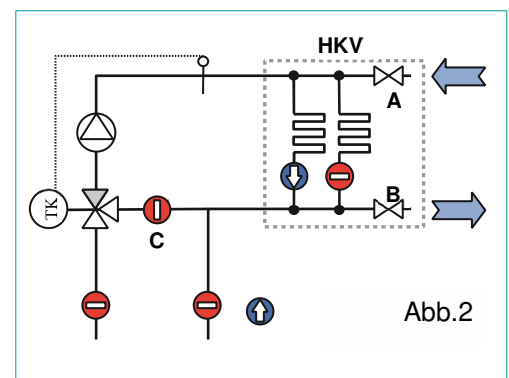

Abb. 2
Zum Füllen und Spülen der Heizkreise den Füllschlauch am KFE Hahn Vorlauf (Abb.2\_A) und Entleerschlauch am KFE-Hahn Rücklauf (Abb.2\_B) anschließen. Den zu spülenden Heizkreis öffnen. KFE-Hähne öffnen und Heizkreis in Flussrichtung durchspülen, bis die Luft sowie etwaige Verunreinigungen vollkommen aus dem Kreis beseitigt sind. Der Rückflussverhinderer (C) im Mischer Bypass verhindert eine Kurzschlussstrecke beim Spülen.